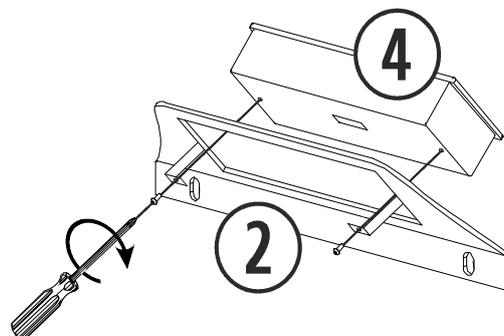
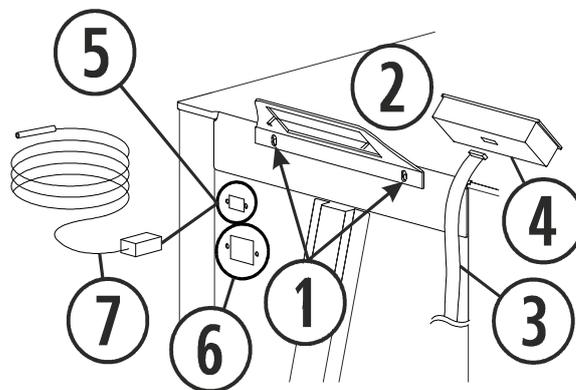
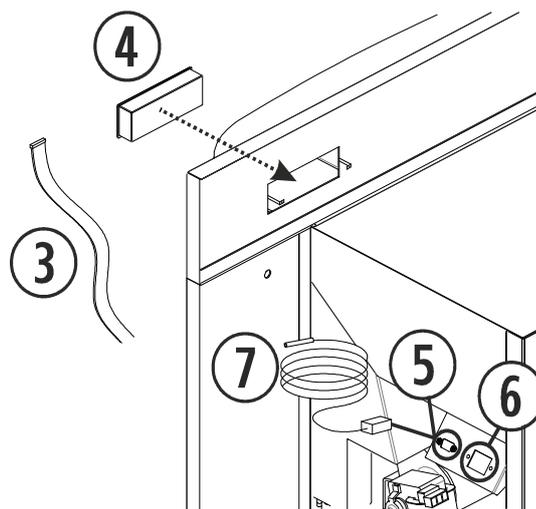

Figura 9
Figura 10
Figura 11
En el modelo Ecoaire estufa debemos ajustar los tornillos que fijan el teclado(④) al soporte (②) como se indica en la *figura 9*, conectar la cinta plana de conexión del teclado (③), que está situada en la parte trasera sujeta con una cinta adhesiva y conectarla al teclado (④) como indica la *figura 10*, sólo tiene una posición de conexionado. Ajustar los tornillos del soporte del teclado (①).
La sonda de ambiente y el cable de alimentación se conectan en la parte trasera de los modelos Ecoaire y Eco insert como se indica en la *figura 10* (*Ecoaire y Ecoaire insert*) y en el lateral derecho en los modelos *Eco2 y Kerala* como visualizamos en la *figura 11*. Sabremos que la estufa lo reconoce porque veremos reflejada la temperatura ambiente en el panel de mandos. Si conectamos un termostato o contacto en lugar de visualizar la temperatura ambiente señalará (·) indicándonos que hay algo conectado en el puerto de comunicaciones.